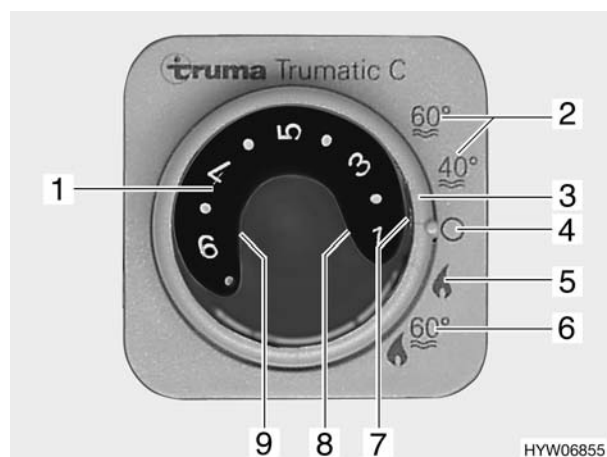
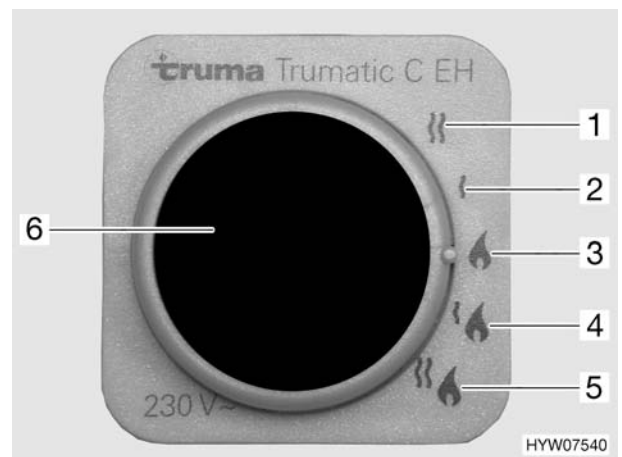

Bild 116 Bedieneinheit für Heizung/Boiler
Bild 117 Energie-Wahlschalter für Heizung/Boiler
■ Betriebsart mit dem Drehschalter (Bild 116,3) einstellen:
- Sommerbetrieb "40 °C" oder "60 °C" (Bild 116,2)
- Winterbetrieb "Heizung ohne Boiler" (Bild 116,5)
- Winterbetrieb "Heizung und Boiler" (Bild 116,6)
- Aus (Bild 116,4)
Die Heizung wählt nach gewünschter Raumtemperatur selbstständig die benötigte Brennerstufe. Wenn die gewünschte Raumtemperatur erreicht ist, schaltet der Brenner ab. Bei Betriebsart "Heizung und Boiler" (Bild 116,6) wird auch das Wasser im Boiler erhitzt. Die Heizung kann in der Betriebsart "Heizung ohne Boiler" (Bild 116,5) mit leerem Boiler betrieben werden.
- Temperatordrehknopf (Bild 116,1) an der Bedieneinheit auf gewünschte Raumtemperatur stellen.
- Drehschalter (Bild 116,3) auf Winterbetrieb "Heizung ohne Boiler" oder auf Winterbetrieb "Heizung und Boiler" stellen.
Grüne Kontroll-Leuchte (Bild 116,7) leuchtet.
- Drehschalter (Bild 116,3) auf "Aus" (Bild 116,4) stellen.
- ▷ Wenn die Heizung an der Bedieneinheit (Bild 116) auf Sommerbetrieb (Bild 116,2) gestellt ist und der Energie-Wahlschalter auf Mischbetrieb (Bild 117,4 oder 5) gestellt wird, arbeitet die Heizung dennoch nur im 230-V-Betrieb. Der Gasbrenner wird nicht zugeschaltet.
- Gasbetrieb (Bild 117,3)
- 230-V-Elektrobetrieb mit den Leistungsstufen 900 W (Bild 117,2) oder 1800 W (Bild 117,1)
- Gasbetrieb und 230-V-Elektrobetrieb (Mischbetrieb) mit den Leistungsstufen 900 W (Bild 117,4) oder 1800 W (Bild 117,5)
Die Kombination Gasbetrieb und 230-V-Elektrobetrieb verkürzt die Aufheizzeit (nur möglich, wenn die Heizung an der Bedieneinheit (Bild 116) auf Winterbetrieb gestellt ist).
Wenn der 230-V-Elektrobetrieb gewählt ist, leuchtet die gelbe Kontroll-Leuchte (Bild 117,6).